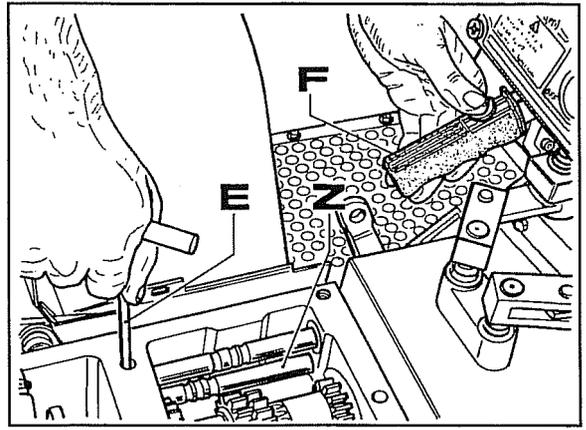

Fig. 12
- Pour remonter le ressort **D** et la bille **C**, il faut comprimer le ressort avec un outil (**E** fig.12) et simultanément relâcher le levier de la P.D.F. **F** fig.12 qui repousse, par interférence, la tige **Z** en arrière.